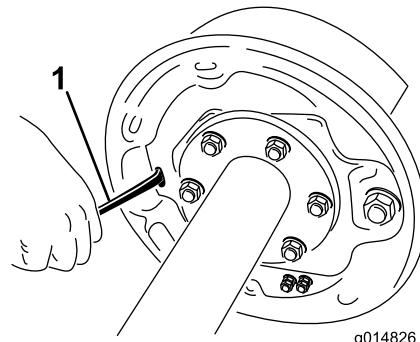

Figure 51
4. Avec un tournevis, tournez la roue dentée de l'ensemble de réglage pour écarter les segments de freins (Figure 51).